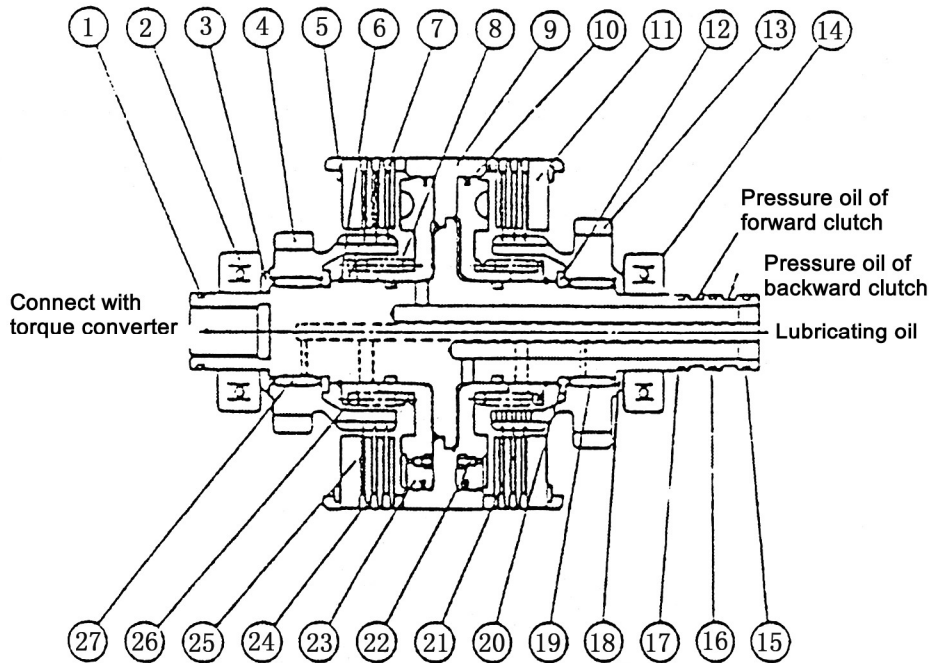

Fig.5-3 Embrague hidráulico
5.3 Embrague hidráulico (Fig.5-3)